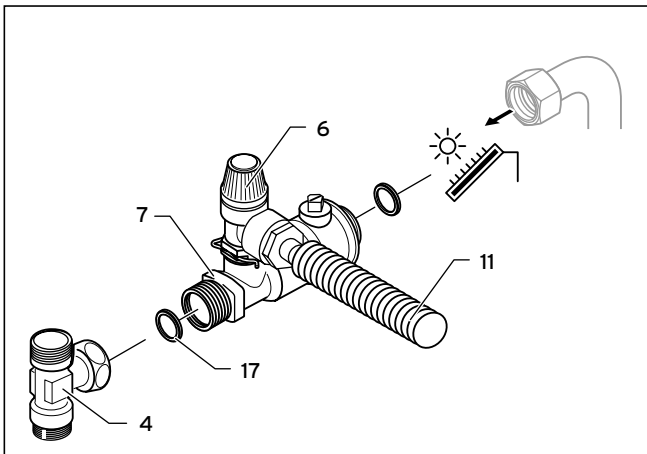

Abb. 4.3 Wartungshahn (A) - Einbaulage
Stellen Sie sicher, dass der Wartungshahn (A) wie in Abb. 4.3 dargestellt montiert ist.
- Montieren Sie das T-Stück (4) an das Edelstahl-Wellrohr (14).
- Montieren Sie den Wartungshahn mit Sicherheitsventil (A), wie in Abb. 4.3 dargestellt, an das T-Stück (4).
- Montieren Sie das Kunststoff-Wellrohr (11) an das Sicherheitsventil (6).
- Leiten Sie das Kunststoff-Wellrohr (11) in einen separaten Auffangbehälter.